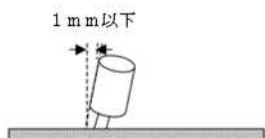

図 9 基板の取り付け
④炭素皮膜抵抗器以外の部品は基板に対して垂直に取り付けること。各部品の曲がりの範囲は図 9 のとおりとする。